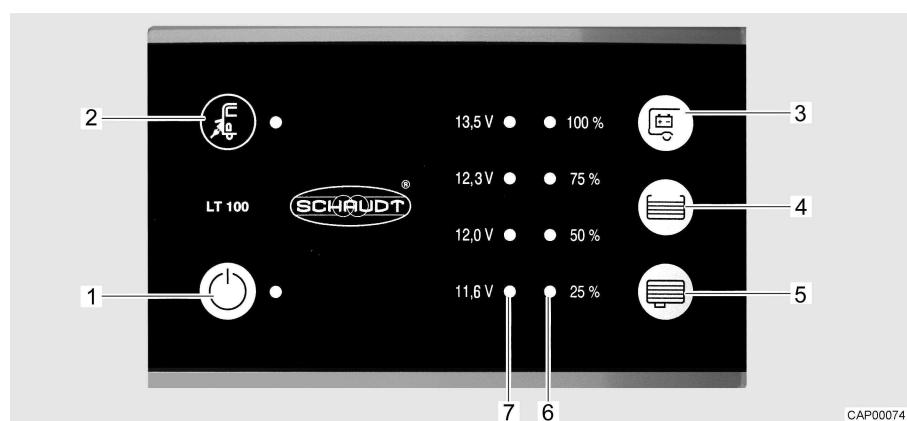

Fig. 69 Pannello di controllo (LT 100)
Il LED giallo accanto al simbolo del collegamento a rete  (Fig. 69,2) si accende, quando il veicolo è collegato a un'alimentazione di rete esterna. Il LED si accende anche se il pannello di controllo è spento.
L'interruttore principale a 12 V (Fig. 69,1) inserisce o disinserisce il pannello di controllo e l'alimentazione a 12 V dell'abitacolo.
- Premere l'interruttore "⏻" (Fig. 69,1): L'alimentazione a 12 V dell'abitacolo è inserita. Il LED diventa verde.
- Premere di nuovo l'interruttore "⏻" (Fig. 69,1): L'alimentazione a 12 V dell'abitacolo è disinserita. Il LED si spegne.
La scala LED (Fig. 69,7) indica la tensione della batteria dell'abitacolo nel modo seguente:
- Premere il tasto "🔋" (Fig. 69,3): Viene indicata la tensione della batteria dell'abitacolo.
La scala LED (Fig. 69,6) indica il livello del serbatoio dell'acqua potabile o del serbatoio delle acque grigie.
- Premere il tasto "☰" (Fig. 69,4): Il livello di riempimento del serbatoio dell'acqua potabile è indicato dai LED accesi.
- Premere il tasto "☷" (Fig. 69,5): Il livello di riempimento del serbatoio delle acque grigie è indicato dai LED accesi.